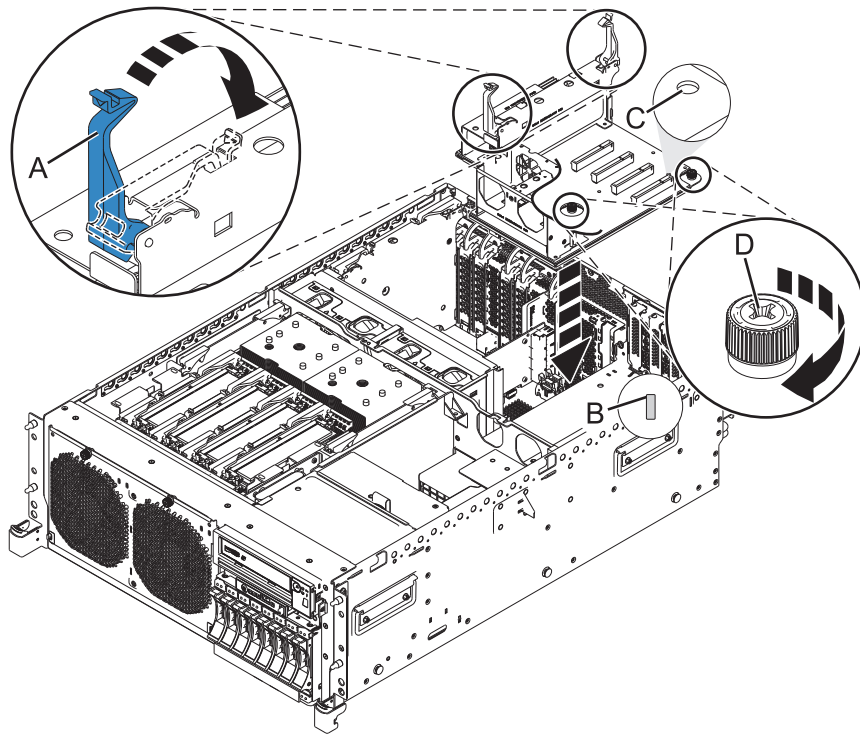

図 39. ラック・マウント・システム装置での拡張ライザーの取り付け
13. 拡張ライザーの穴 (C) を、システム・ボード上のその対応する突起部分 (B) と位置合せし、このライザーがシステム・ボード上に水平に置かれるまで下げてゆきます。 51 ページの図 39を参照してください。
15. 拡張ライザー・ラッチ (A) を押し下げて閉じた位置にします。
16. 拡張ライザー上の締め付けノブ (D) を時計回りに回して固く閉めます。